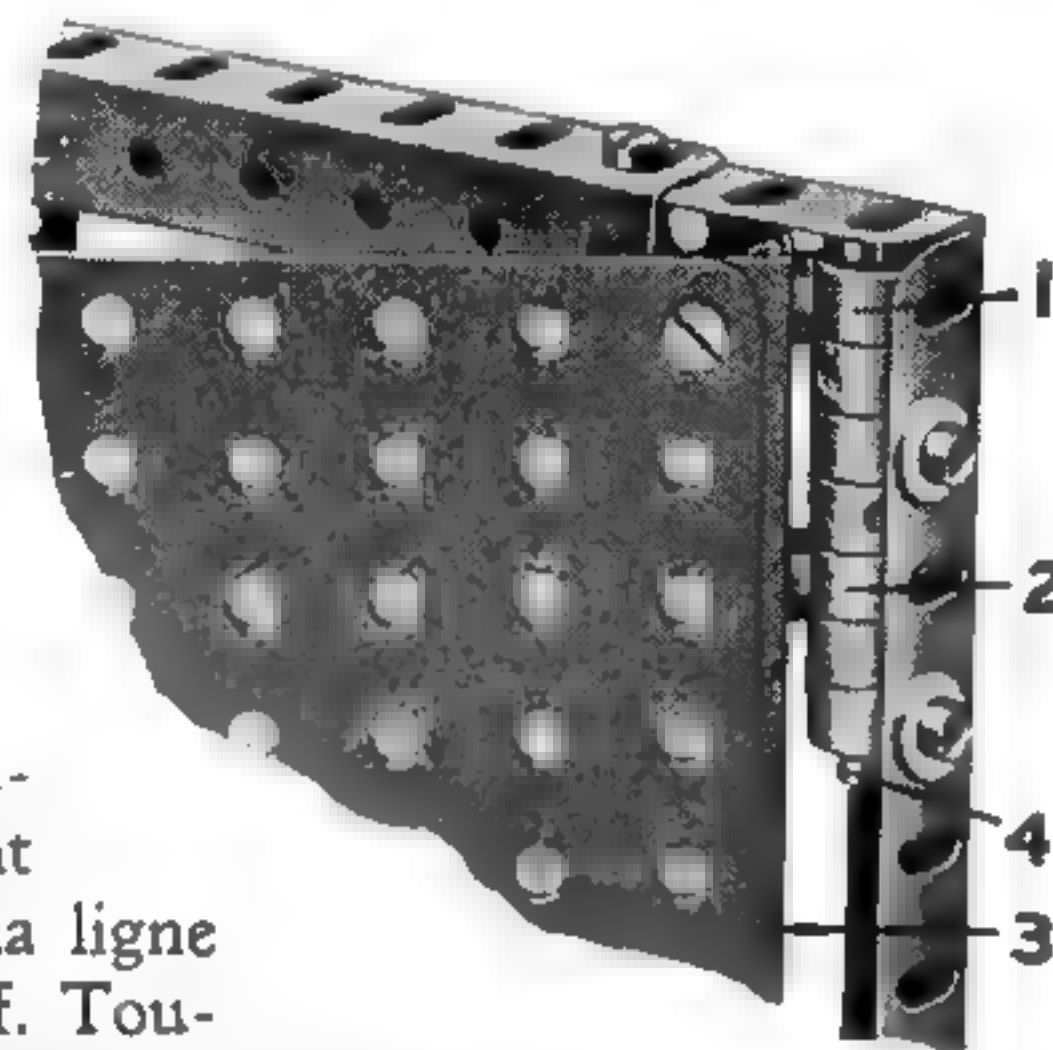

Fig. 8.
Les Bagues d'Arrêt sont, comme les Clavettes, destinées à tenir les arbres d'un mécanisme dans leurs supports ou à tenir des Bandes, Poulies, etc., libres sur des Tringles. Toutefois, leurs applications ne se bornent pas à ces fonctions essentielles. Nous avons vu, par exemple, dans le M. M. de juin des Bagues d'Arrêt dans le rôle de sabots de frein à expansion intérieure (fig. 9) et la figure 10 (voir également le M. M. du mois dernier). montre des Bagues d'Arrêt qui, fixées à la Bande de 6 cm. (3), servent de paliers à des essieux. Les boulons fixant les Bagues sont munis, sous leurs têtes, de Rondelles qui les empêchent d'exercer une pression sur les essieux. Sur la figure 8 plusieurs Bagues forment une Charnière, les Bagues 1 et 2 étant fixées à la porte 3 tandis que deux autres Bagues sont fixées au jambage et à la Tringle 4. Les trois Bagues qui restent servent simplement à ménager l'espace nécessaire entre les Bagues fixes.